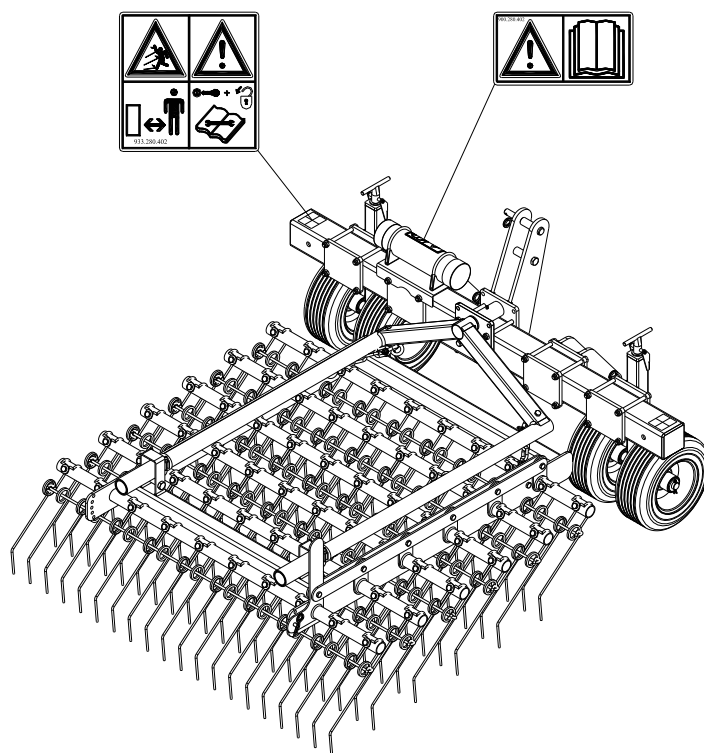

fig. 5
- (7) Colocação dos adesivos de segurança (em ambos lados da máquina). (fig. 5)